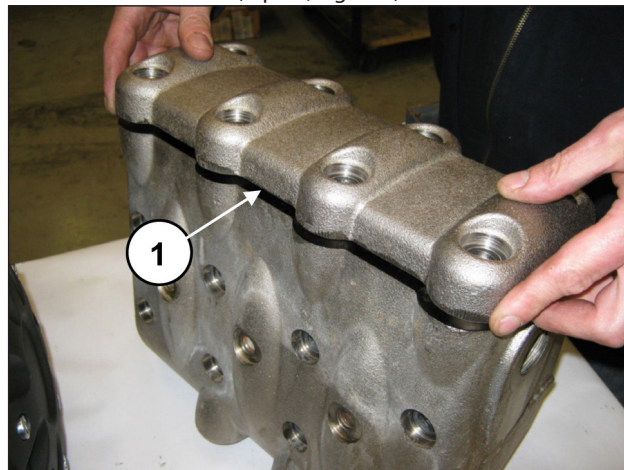
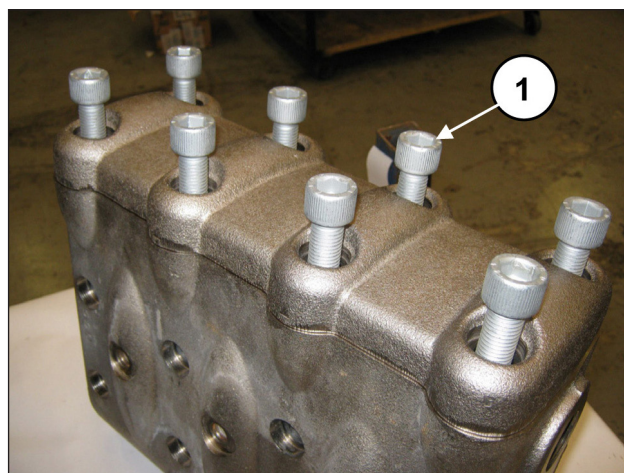

Fig. 126
Fig. 127
Après avoir monté les groupes soupape et le bouchon de la soupape, poser le couvercle des soupapes (rep. ①, Fig. 126) et serrer les 8 vis M16x55 (rep. ①, Fig. 127).